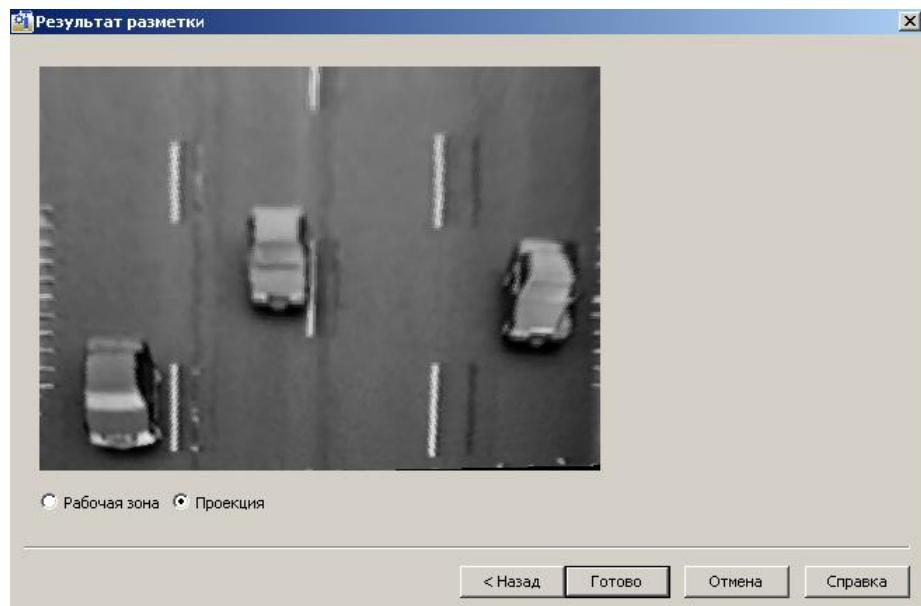

Рис. 7.4—10 Проективное изображение
11. Нажать кнопку «Применить» (см. Рис. 7.4—4, 4).